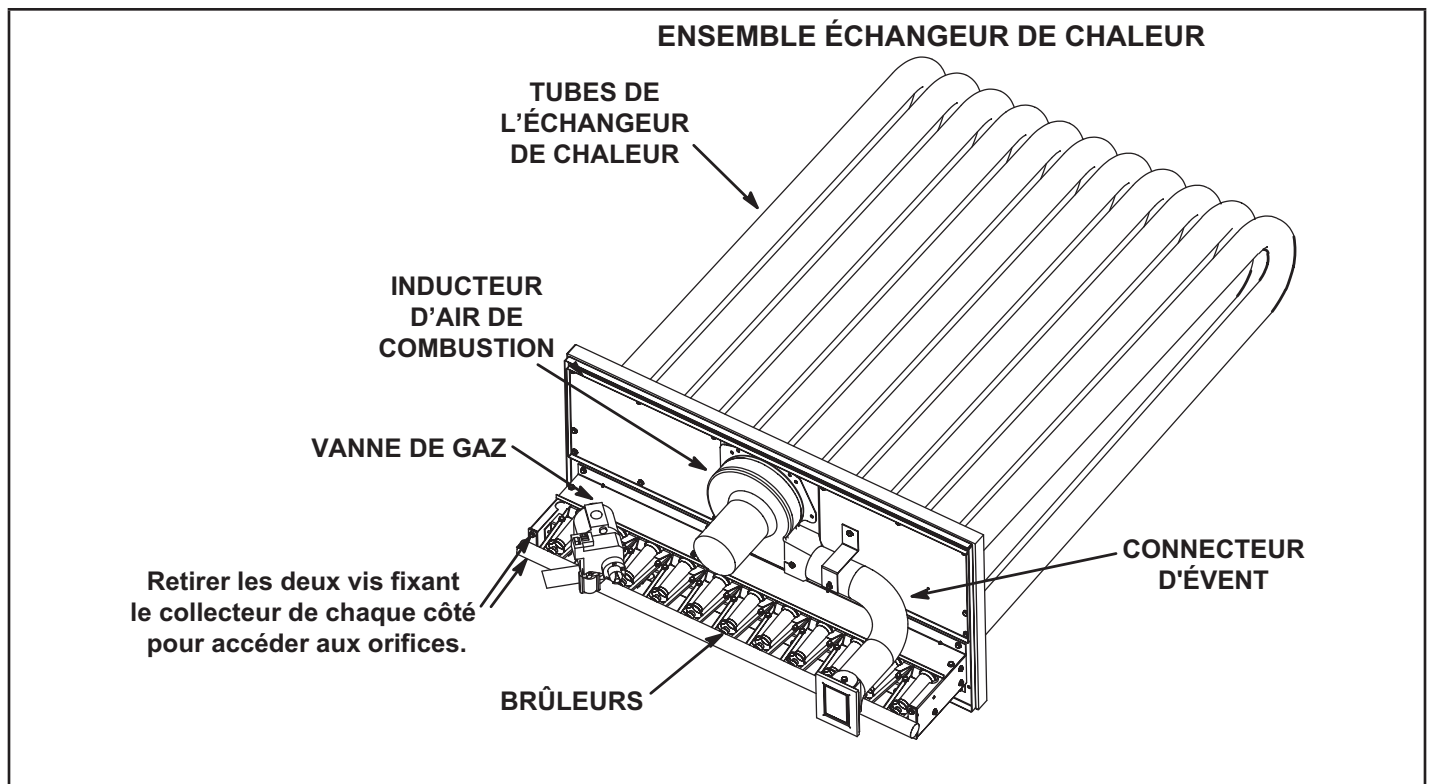

Figure 1
- 4 - Retirer et conserver les quatre vis fixant le collecteur au boîtier des brûleurs. Voir Figure 1.